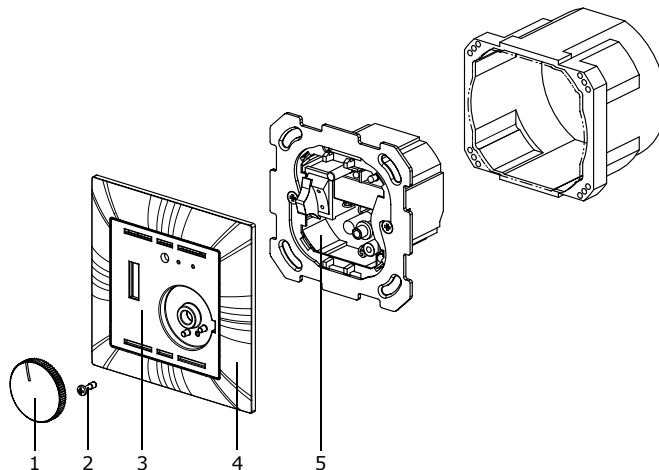
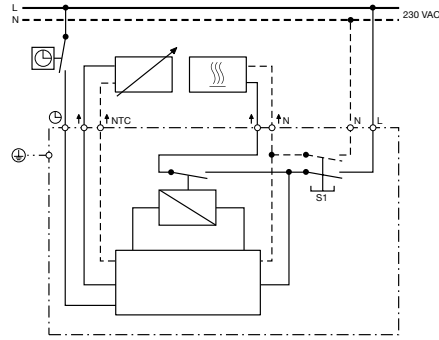

Fig. 2
Fig. 5
2. Thermostateinsatz (5, Fig. 2) gemäss Schema (Fig. 5) anschliessen.
3. Frontplatte (3) mit Abdeckrahmen (4) aufsetzen und mit Befestigungsschraube (2) fixieren.
4. Einstellknopf (1) aufstecken.
Über den Temperaturabsenkungseingang (siehe Schema, Fig. 2) kann mittels einer externen Schaltuhr eine Temperaturabsenkung realisiert werden.
Legende zu Fig. 2
Legende zu Fig. 5